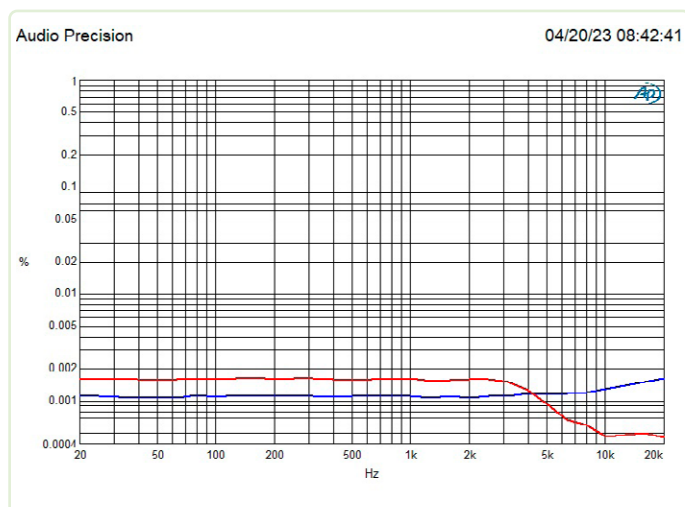

Figure 5. Courbe B : THD+N de 20 Hz à 20 kHz pour un signal d'entrée d'1 V et une BP de 80 kHz : Courbe bleue : P1 au minimum ; Courbe rouge : P1 au maximum.
- > La **courbe B (figure 5)** montre le THD+N de 20 Hz à 20 kHz pour un signal d'entrée d'1 V et une BP de 80 kHz. En bleu, courbe avec P1 réglé au minimum. Le THD+N varie de 0,0011 % à 0,0016 % à 20 kHz. En rouge, courbe avec P1 réglé au maximum. Après 3 kHz, le THD+N descend jusqu'à 0,00048 % à 20 kHz. Le bruit relatif est plus faible car le niveau de sortie s'élève vers 20 kHz.